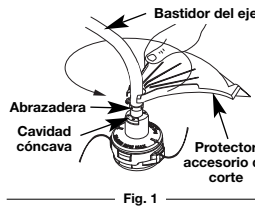

Fig. 1
1. Coloque el protector accesario de corte sobre el bastidor del eje por encima del ensamble de la abrazadera (Fig. 1).